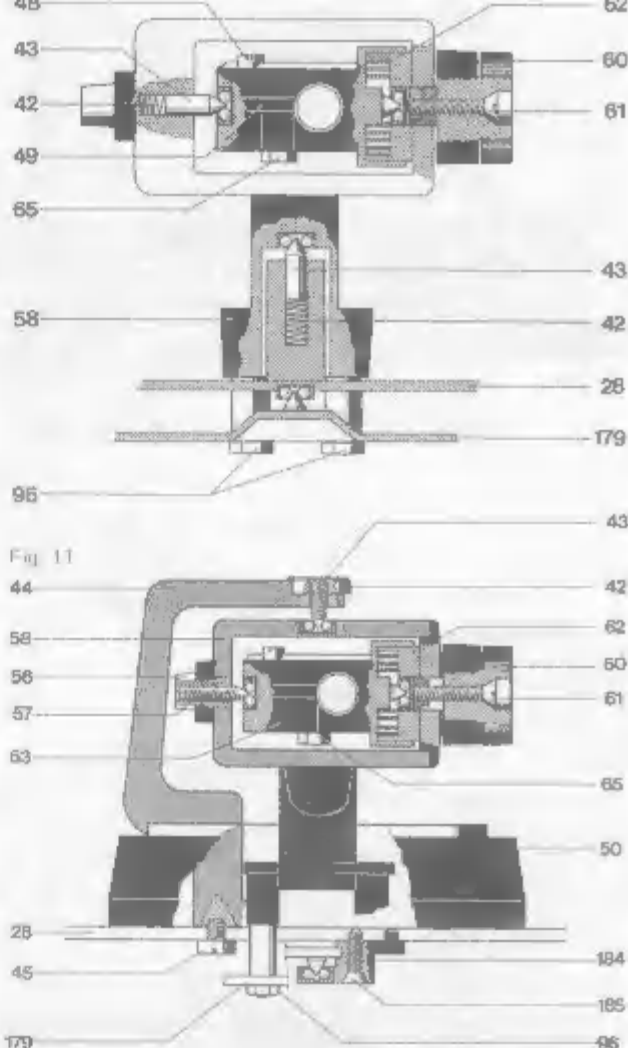

Fig. 12
Soll ein Tonabnehmer nach 1/2-Zoll Befestigungsstandard eingebaut werden, so ist hierzu der Umrüstsatz (41) Art. Nr. 261 865 erforderlich. Der Einbau erfolgt zweckmäßigerweise wie in Fig. 12 dargestellt.